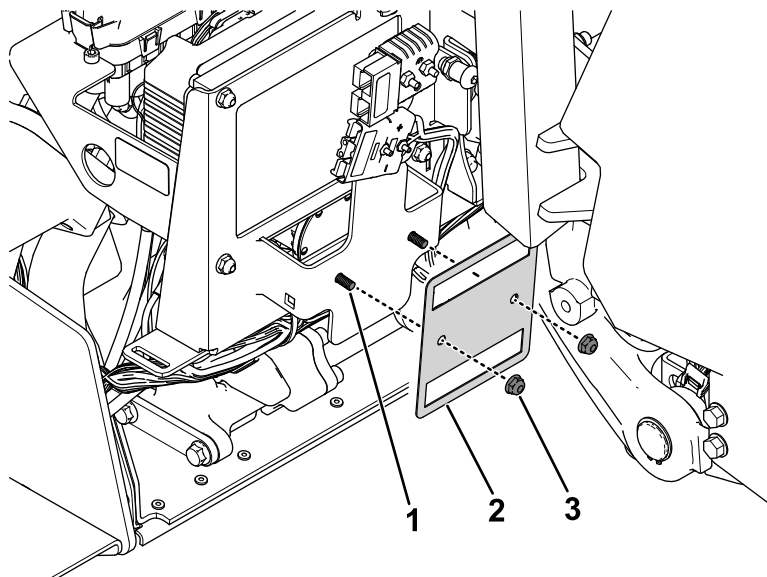

Figura 36
3. Rimuovete dal telaio la staffa dei fusibili esistente (Figura 36). Conservate la minuteria.